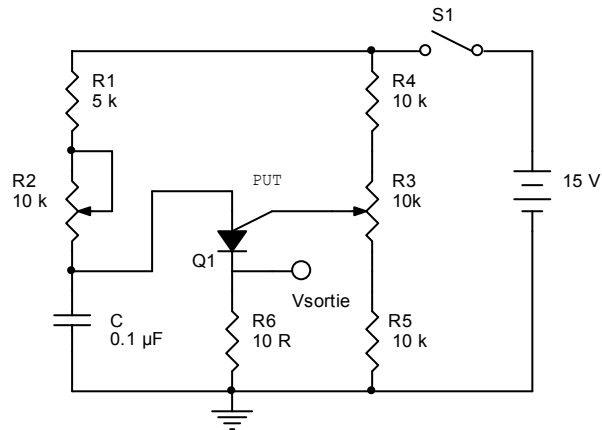

Figure 7-1 : Oscillateur à relaxation à base d'un PUT.
2. Montez le circuit de la figure 7-1 en prenant soin de placer les potentiomètres en position centrale. Assurez-vous que le montage des potentiomètres soit tel qu'une rotation (sens horaire) de chaque potentiomètre augmente la valeur de la résistance.